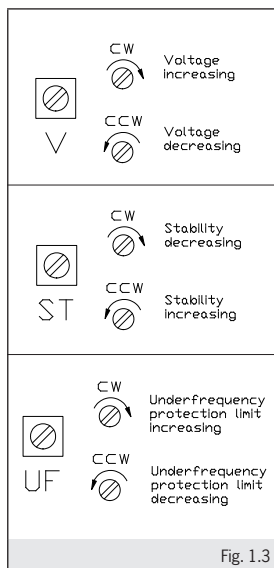

Fig. 1.3
The output voltage can be changed by adjusting potentiometer "V" (see fig.1.3). Run the generating set to its nominal speed and turn until the required voltage is obtained. If a small variation in speed causes a change in voltage, then the under speed protection should first be calibrated.
Il est possible de modifier la tension de sortie en agissant sur le potentiomètre « V » (voir fig.1.3). Avec le groupe en marche à la vitesse nominale, régler jusqu'à l'obtention de la valeur désirée. Si à une petite variation de vitesse la tension varie, il faut régler d'abord la protection de sous-vitesse.
Regolazione della stabilità (vedi fig.1.3): qualora si dovessero verificare delle fluttuazioni di tensione a carico, è possibile agire sul potenziometro "ST" che modula la prontezza di risposta del regolatore agli stimoli esterni, permettendo di eliminare eventuali instabilità del sistema alternatore - carico.
Regolazione della protezione della sottovelocità a 50 (60)Hz (vedi fig.1.3): portare il gruppo in rotazione regolandolo in modo da ottenere una frequenza di 46 (56)Hz. Ruotare il trimmer "UF" fino al punto in cui la tensione inizia a calare. Riportare il gruppo alla velocità nominale.
Stability adjustment (see fig. 1.3): if on load voltage fluctuations are experienced adjust potentiometer "ST", which modulates the reaction time of the regulator to external inputs, thereby eliminating any instability in the alternator-load system.
Setting of the under speed protection at 50 (60)Hz (see fig.1.3): start up rotation of the generating set adjusting it to obtain a frequency of 46 (56) Hz. Turn trimmer "UF" until the voltage begins to drop. Restore nominal speed.
Contrôle de la stabilité (voir fig. 1.3): si des fluctuations de tension sous charge devaient se vérifier, il est possible d'agir sur le potentiomètre "ST" qui module la rapidité de réponse du régulateur aux stimulations extérieures, en permettant d'éliminer les éventuelles instabilités du système alternateur - charge.
Réglage de la protection de la sous-vitesse à 50 (60) Hz (voir fig. 1.3): porter le groupe en rotation en le réglant de manière à obtenir une fréquence de 46 (56) Hz. Tourner le trimmer « UF » jusqu'au point où la tension commence à baisser. Reporter le groupe à la vitesse nominale.
Raccordement d'un potentiomètre extérieur : enlever le cavalier des bornes et connecter le potentiomètre (5 kΩ, 0,5 W) aux extrémités libres "EXT POT". Porter le groupe à la vitesse nominale et agir sur le potentiomètre externe et éventuellement sur le trimmer «V» afin d'obtenir la tension désirée (voir fig. 1.3).
Die Ausgangsspannung kann am Potentiometer „V“ verändert werden (Siehe Abb. 1.3). Bei mit Nenndrehzahl laufendem Aggregat auf den gewünschten Wert regulieren. Wenn bei geringfügiger Veränderung der Drehzahl auch die Spannung variiert, muss zunächst der Unterdrehzahlenschutz reguliert werden. Die Referenzspannung (Siehe Abb. 1.1 - „Voltage jumper“) muss wie folgt angeschlossen sein:
Es posible modificar la tensión de salida actuando en el potenciómetro "V" (fig. 1.3). Con el grupo en movimiento a velocidad nominal, regular hasta obtener el valor deseado. Si con una pequeña variación de velocidad la tensión cambia, es necesario en este caso regular en primer lugar la protección de subvelocidad.
Stabilitäts Control (Siehe Abb. 1.3): sollten Spannungsschwankungen unter Last auftreten, kann auf den Potentiometer "ST" eingewirkt werden, welcher die Reaktion des Reglers auf externe Reize moduliert, so dass eventuelle Instabilitäten des Systems Drehstromgenerator – Last beseitigt werden.
Control de Estabilidad (fig. 1.3): si se produjeran fluctuaciones de tensión bajo carga, se puede actuar en el potenciómetro "ST" que modula la inmediatez de respuesta del regulador a los estímulos externos, eliminando eventuales inestabilidades del sistema alternador – carga.
Regelung der Unterdrehzahl auf 50 (60)Hz (Siehe Abb. 1.3): das Aggregat drehen lassen und so einstellen, dass eine Frequenz von 46 (56)Hz erreicht wird. Den Trimmer "UF" auf den Punkt verstellen, an dem die Spannung beginnt abzufallen. Das Aggregat auf Nenndrehzahl bringen.
Regulación de la subvelocidad a 50 (60) Hz (fig. 1.3): hacer girar el grupo regulándolo de manera que la frecuencia obtenida sea de 46 (56) Hz. Girar el trimmer "UF" hasta el punto en que la tensión empiece a disminuir. Poner de nuevo el grupo a la velocidad nominal.